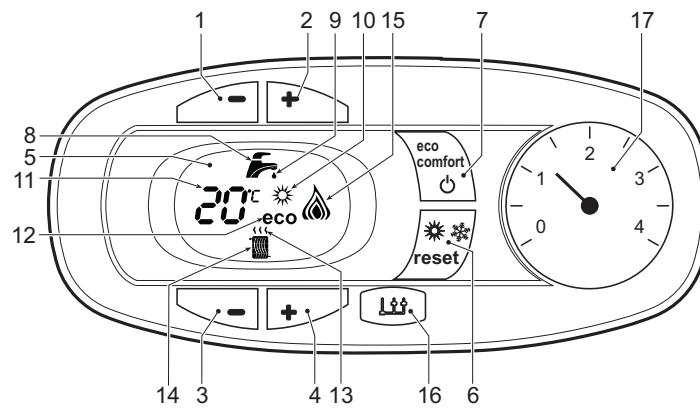
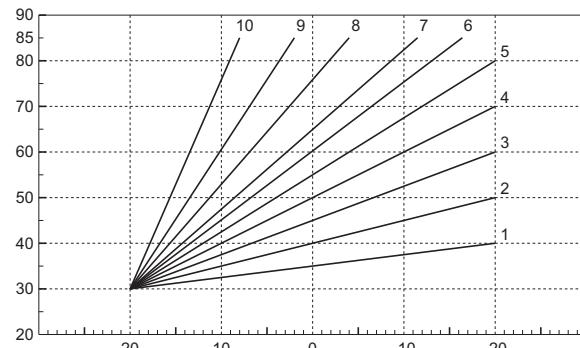
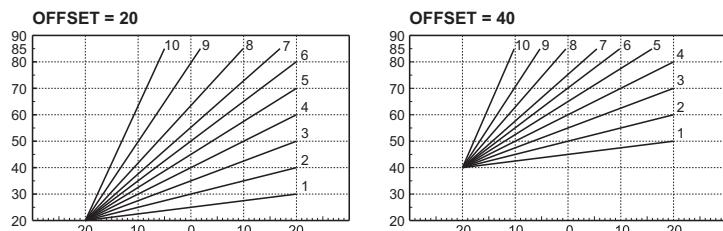

fig. 1 - Pannello di controllo
fig. 6 - Curve di compensazione
fig. 7 - Esempio di spostamento parallelo delle curve di compensazione
**Legenda pannello fig. 1**
Il display (part. 11 - fig. 1) visualizza l'attuale temperatura della manda riscaldamento e durante il tempo di attesa riscaldamento la scritta "d2".
Il display (part. 11 - fig. 1) visualizza l'attuale temperatura d'uscita dell'acqua calda sanitaria e durante il tempo di attesa sanitario la scritta "d1".
La richiesta Comfort (ripristino della temperatura interna della caldaia), è indicata dal lampeggio dell'acqua sotto il rubinetto sul display. Il display (part. 11 - fig. 1) visualizza l'attuale temperatura dell'acqua contenuta in caldaia.
In caso di anomalia (vedi cap. 4.4) il display visualizza il codice di guasto (part. 11 - fig. 1) e durante i tempi di attesa di sicurezza le scritte "d3", "d4" e "d5".
Premere il tasto on/off (part. 7 - fig. 1) per 5 secondi.
Quando la caldaia viene spenta, la scheda elettronica è ancora alimentata elettricamente. È disabilitato il funzionamento sanitario e riscaldamento. Rimane attivo il sistema antigelo. Per riaccendere la caldaia, premere nuovamente il tasto on/off (part. 7 - fig. 1) per 5 secondi.
Premere il tasto **estate/inverno** (part. 6 - fig. 1) per 2 secondi.
Il display attiva il simbolo Estate (part. 10 - fig. 1): la caldaia erogherà solo acqua sanitaria. Rimane attivo il sistema antigelo.
Per disattivare la modalità Estate, premere nuovamente il tasto **estate/inverno** (part. 6 - fig. 1) per 2 secondi.
Agire sui tasti riscaldamento (part. 3 e 4 - fig. 1) per variare la temperatura da un minimo di 30°C ad un massimo di 80°C; si consiglia comunque di non far funzionare la caldaia al di sotto dei 45°C.
Agire sui tasti sanitario (part. 1 e 2 - fig. 1) per variare la temperatura da un minimo di 40°C ad un massimo di 55°C.
Il dispositivo può essere disattivato dall'utente (modalità ECO) premendo, il tasto **eco/comfort** (part. 7 - fig. 1). In modalità ECO il display attiva il simbolo ECO (part. 12 - fig. 1). Per attivare la modalità COMFORT premere nuovamente il tasto **eco/comfort** (part. 7 - fig. 1).
Con regolazione a Temperatura Scorrevole, la temperatura impostata attraverso i tasti riscaldamento (part. 3 - fig. 1) diviene la massima temperatura di manda impianto. Si consiglia di impostare al valore massimo per permettere al sistema di regolare in tutto il campo utile di funzionamento.
Premendo il tasto **reset** (part. 6 - fig. 1) per 5 secondi si accede al menù "Temperatura scorrevole"; viene visualizzato "CU" lampeggiante.
Agire sui tasti sanitario (part. 1 - fig. 1) per regolare la curva desiderata da 1 a 10 secondo la caratteristica (fig. 6). Regolando la curva a 0, la regolazione a temperatura scorrevole risulta disabilitata.
Premendo i tasti riscaldamento (part. 3 - fig. 1) si accede allo spostamento parallelo delle curve; viene visualizzato "OF" lampeggiante. Agire sui tasti sanitario (part. 1 - fig. 1) per regolare lo spostamento parallelo delle curve secondo la caratteristica (fig. 7).
Premendo nuovamente il tasto **reset** (part. 6 - fig. 1) per 5 secondi si esce dal menù "Temperatura Scorrevole".
Selezione Eco/Comfort	Disabilitando il sanitario dal menù del Cronocomando Remoto, la caldaia seleziona la modalità Economy. In questa condizione, il tasto eco/comfort (part. 7 - fig. 1) sul pannello caldaia, è disabilitato.
Temperatura Scorrevole	Abilitando il sanitario dal menù del Cronocomando Remoto, la caldaia seleziona la modalità Comfort. In questa condizione, con il tasto eco/comfort (part. 7 - fig. 1) sul pannello caldaia, è possibile selezionare una delle due modalità.